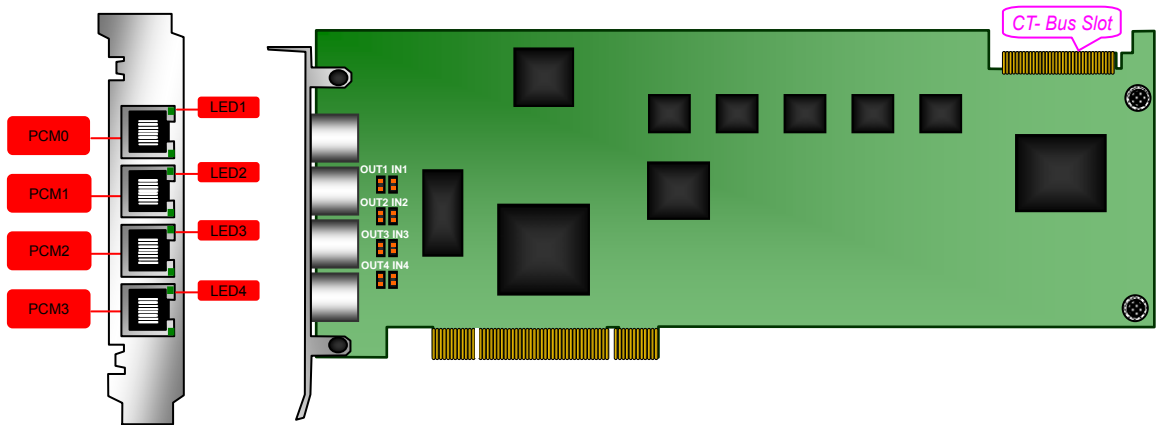

图 2-1 SHD-120D-CT/PCI/CAS 主板示意图 (左视图及正视图)
1. 图 2-1 中 PCM0~PCM3 为 4 个中继的收发; LED1~LED4 分别为 PCM0~PCM3 的同步灯;